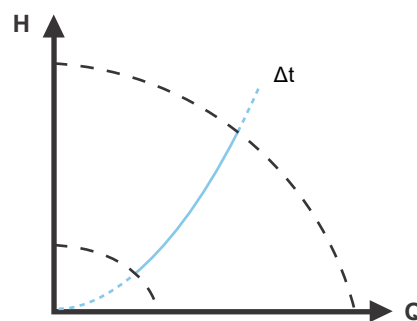

Fig. 33 Differenstemperatur
- Opretholder en konstant differenstemperatur mellem pumpen og den eksterne sensor, se fig. 33 og 34.